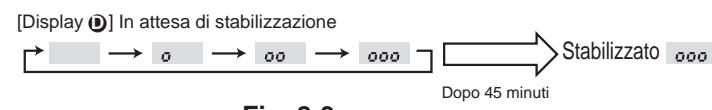

Fig. 8-3
- ③ Premere il tasto **FILTER** (tasto ↪) per confermare l'impostazione. (Fig. 8-3)